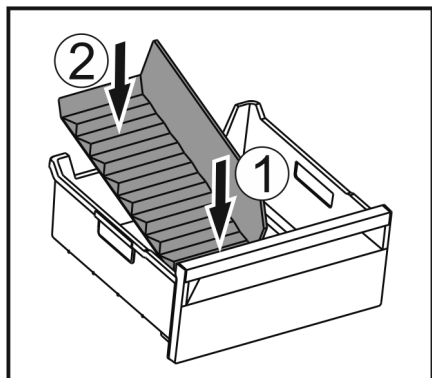

Fig. 150
- ▶ Włożyć przednią część separatora do szuflady na lód. Fig. 150 (1)
- ▶ Tylną część separatora do szuflady na lód opuścić na dno szuflady. Fig. 150 (2)